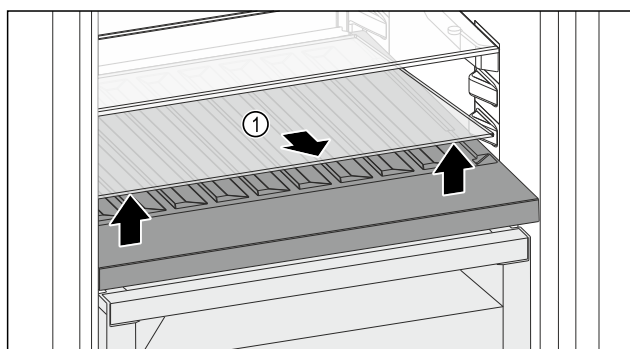

Fig. 137
- Dvignite stekleno ploščo Fig. 137 (1) pri odprtini spredaj in jo odstranite.
- Steklenu ploščo Fig. 137 (1) varno shranite zunaj naprave.
- Steklenu ploščo (2) vložite pod prilagodljivo stojalo za steklenice.